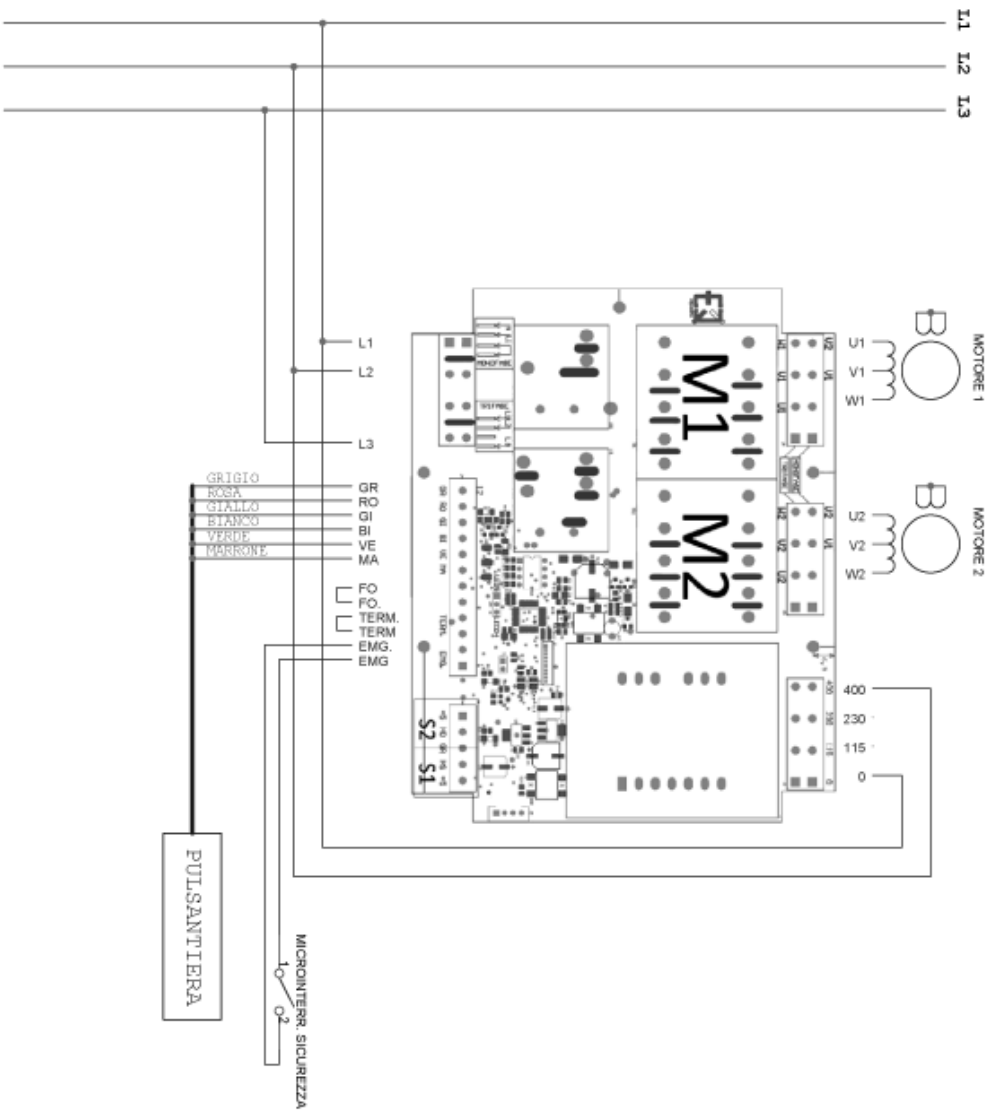

Fig. 2.4.1
2.4.1 - Diagrama eléctrico trifásico a 400V (Fig. 2.4.1)
La zona donde se piensa instalar la máquina debe ser llana y fuerte y el plano de apoyo debe garantizar un sostén seguro. Además es necesario ubicar la máquina en un lugar donde tenga amplio espacio alrededor de la misma teniendo en cuenta las dimensiones de apoyo indicadas en la Fig. 2.4.1. Esto permite de mejorar las maniobras en las fases de trabajo y garantizar el acceso durante las operaciones sucesivas de manutención. Predisponer alrededor de la máquina una iluminación idónea para garantizar al operador la correcta visibilidad cuando usa la máquina.